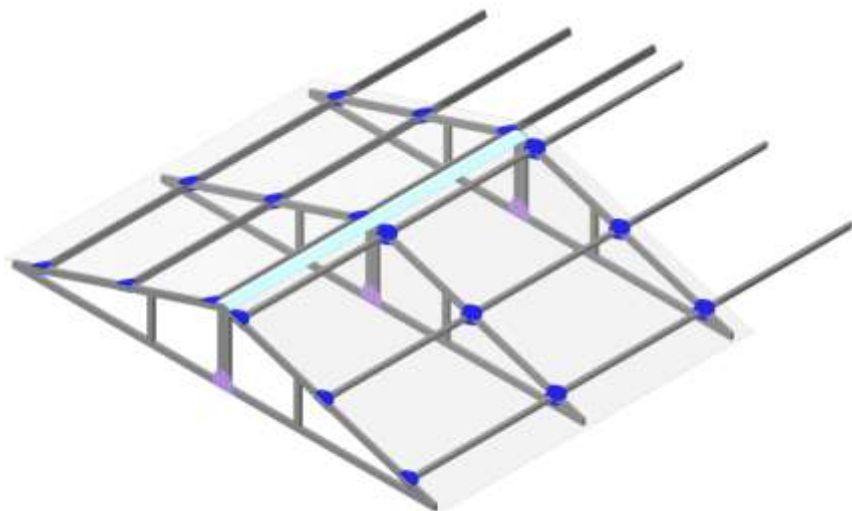

РИС. 6
4.1.6. Установите листы поликарбоната так, чтобы каналы в поликарбонате были направлены вертикально. Поликарбонат должен закрывать сверху незакрытые торцы поликарбоната боковых и торцовых стенок. Панели необходимо тщательно выровнять и закрепить саморезами 4,8x19 мм с резиновыми шайбами EPDM (РИС. 6).